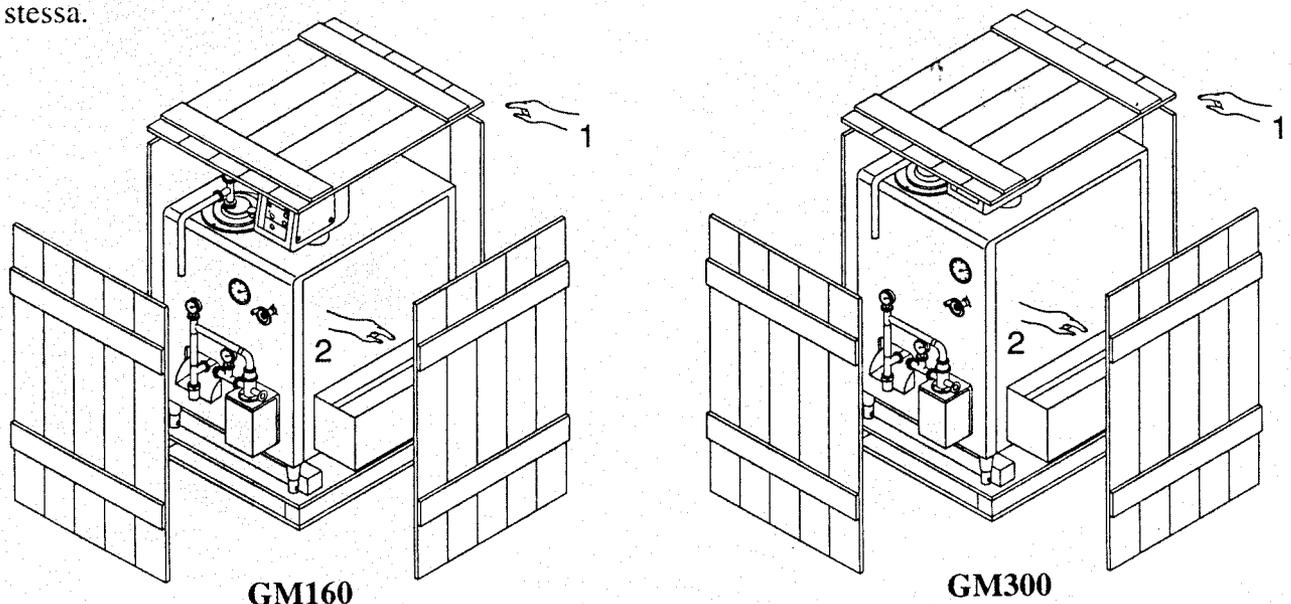

Fig.4.1
- a. Schiodare il coperchio superiore (*Part.1, Fig.4.1*) e rimuoverlo. Fare la stessa operazione con le pareti laterali. Prestare attenzione ai legni distanziatori posti fra le pareti della cassa.
- b. Togliere dall'imballo la scatola dei ricambi (*Part.2, Fig.4.1*) e gli altri componenti.